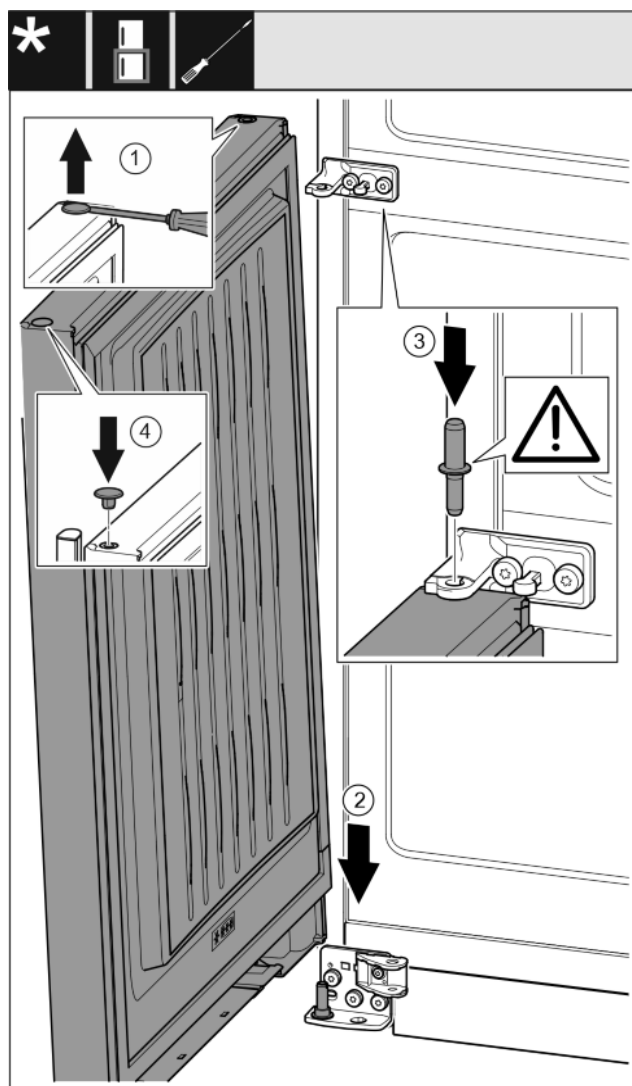

Fig. 32
- Ravnim odvijačem oprezno podignite čep i izvadite ga. Fig. 32 (1)
- Stavite vrata odozgo na donji svornjak ležaja. Fig. 32 (2)
- Umetnite srednji svornjak ležaja kroz srednji podložak ležaja u donja vrata. Pri tome pazite da je ispušćenje za blokiranje okrenuto prema otvora. Fig. 32 (3)
- Ponovo umetnite čep na drugoj strani vrata. Fig. 32 (4)